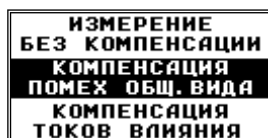

Рисунок 66
7.1.3.1 Подрежим «ИЗМЕРЕНИЕ С КОМПЕНСАЦИЕЙ ПОМЕХ ОБЩЕГО ВИДА» (рисунок 66) используется при измерениях диэлектрических параметров высоковольтной изоляции под рабочим напряжением методом сравнения.